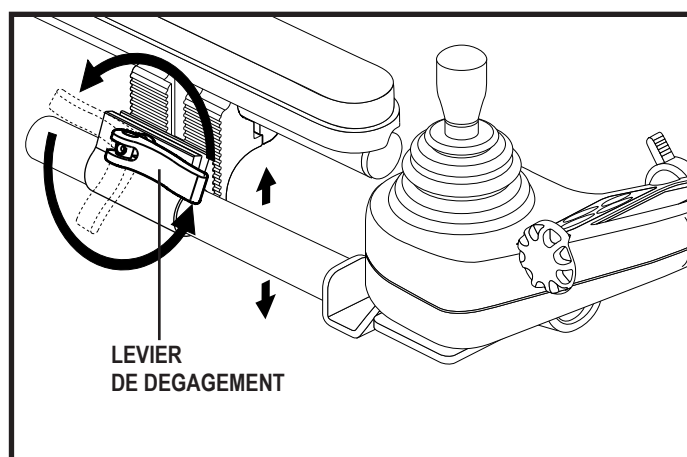

Figure 32. Position du contrôleur – hauteur
3. Desserrez les vis sur le bloc de montage du contrôleur. **Voir la figure 32.**
3. Tournez et puis pivotez le levier de dégagement pour desserrer l'attache. **Voir la figure 32.**